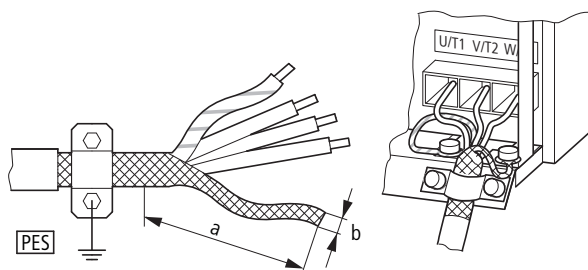

Рисунок 39: подсоединение кабеля со скрученной экранирующей оплеткой.
- ▶ Подключить экран на обоих концах кабеля к защитному заземлению, обеспечив большую площадь контакта поверхности (с охватом 360°) (PE) (⊕). Подключение к защитному заземлению для экранированных линий (PES) должно располагаться в непосредственной близости от преобразователя частоты и прямо на клеммной коробке двигателя.
- ▶ Оплетка на конце экрана должна оставаться целостной и неразмотанной. Ее можно закрепить защитной пластиковой трубкой или резиновой втулкой. В качестве альтернативы, дополнительно к используемому кабельному хомуту с большой площадью поверхности, можно скрутить экранирующую оплетку на конце кабеля и подсоединить к клемме защитного заземления. Для соответствия параметрам ЭМС длина данного скрученного участка оплетки должна быть минимальной (→ Рисунок 39).
В качестве альтернативы, дополнительно к используемому кабельному хомуту с большой площадью поверхности, можно скрутить экранирующую оплетку на конце кабеля и подсоединить к клемме защитного заземления. Для соответствия параметрам ЭМС длина данного скрученного участка оплетки должна быть минимальной (→ Рисунок 39, страница 68).